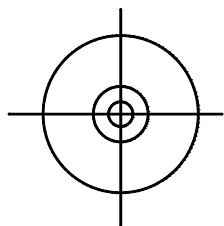

图 3-74 绘制辅助圆
- 04 按回车键，重复执行【圆】命令，以同心圆的圆心为圆心绘制半径为 51 的辅助圆，结果如图 3-74 所示。